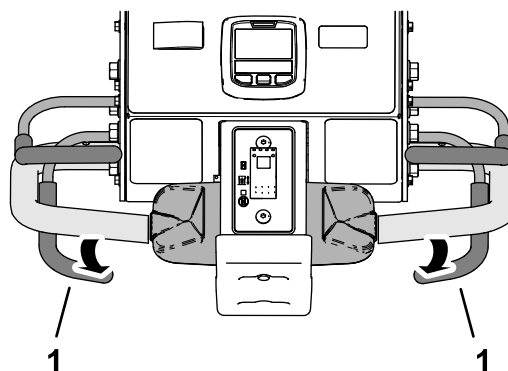

Рисунок 92
- Когда переднее колесо перекатится через границу периметра зоны аэрации, отпустите штангу аэрации (Рисунок 92).